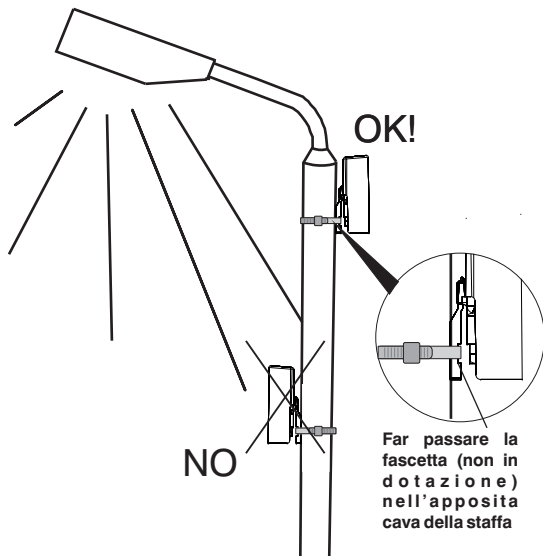
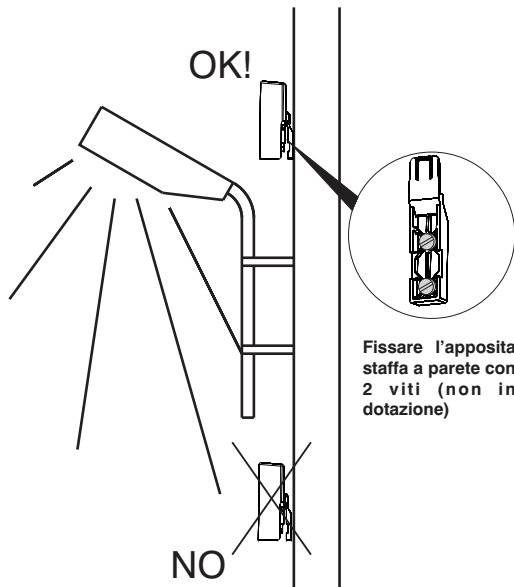

fig. 9
fig. 10
- a **palo** fissando la staffa in verticale con una fascetta (non fornita) facendola passare nell'apposita cava (fig. 9);
- a **parete** fissando la staffa in verticale con 2 viti (non fornite) negli appositi fori (fig. 10);
Per un corretto funzionamento, l'interruttore crepuscolare deve essere installato in modo da non venire influenzato dall'accensione delle lampade a cui è collegato (vedere fig. 9 e fig. 10) o comunque da qualsiasi altra fonte luminosa (insegne commerciali luminose, luci degli autoveicoli ecc.).